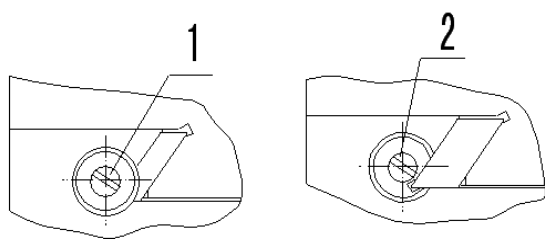

Рис. 6
9.1.1 Регулировка клина направляющих стол-салазки. (Рис. 6)
9.1.2 Регулировка клина направляющих салазки-колена. (Рис.6)